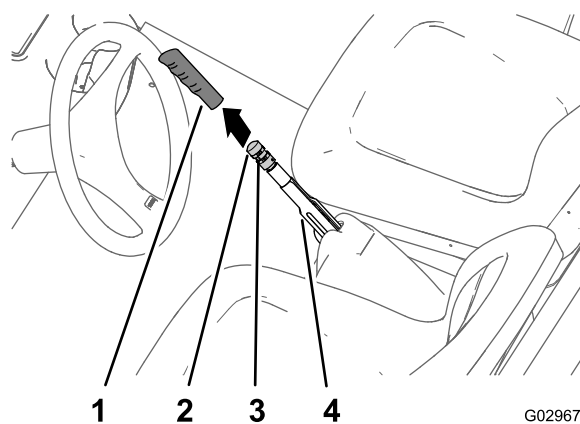

Figure 53
1. Enlevez la poignée du levier de frein de stationnement (Figure 53).
2. Desserrez la vis de fixation du bouton de réglage sur le levier du frein de stationnement (Figure 53).
3. Tournez le bouton de réglage du frein jusqu'à ce qu'une force de 133 à 156 N·m soit nécessaire pour actionner le levier du frein de stationnement (Figure 53).
4. Serrez la vis de fixation et remettez la poignée (Figure 53).
2. Desserrez la vis de fixation (Figure 53) qui fixe le bouton de réglage sur le levier du frein de stationnement, desserrez le frein de stationnement et desserrez le bouton de réglage.
5. Tournez le bouton de réglage du frein (Figure 53) jusqu'à ce qu'une force de 133 à 156 N·m soit nécessaire pour actionner le levier du frein de stationnement.
- C. Tournez le bouton de réglage du frein (Figure 53) jusqu'à ce qu'une force de 133 à 156 N·m soit nécessaire pour actionner le levier du frein de stationnement.
- Serrez la vis de fixation et remettez la poignée (Figure 53).